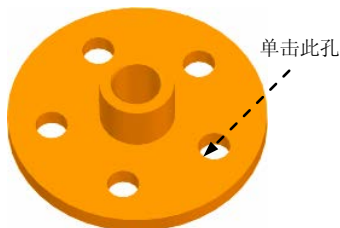
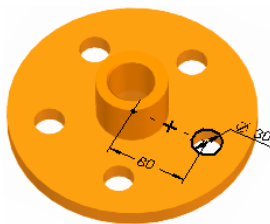

图 8.3.40 零件模型
图 8.3.41 动态尺寸
Step2. 在主视图上双击鼠标左键，使其进入建模环境。零件如图 8.3.40 所示。
Step3. 然后单击图 8.3.40 所示的孔，在系统弹出的快捷按钮中单击  按钮，此时在图形区显示孔的动态尺寸，如图 8.3.41 所示。